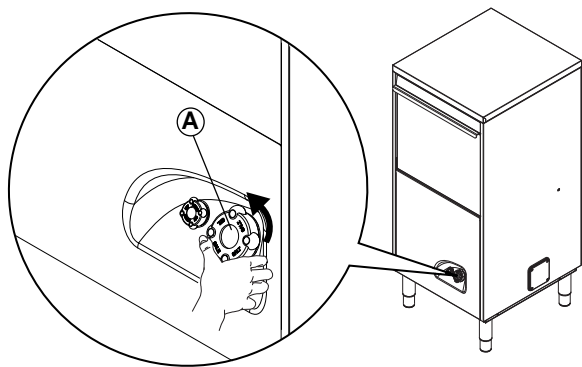

Fig. 23
- Schroef de dop van het zoutreservoir "A" (Fig. 23) open door deze tegen de klok in te draaien.